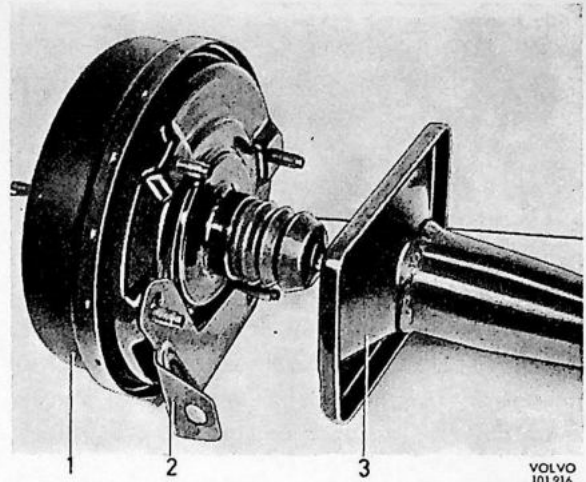

Fig. 5-67. Montage van de steunen
2. Monteer de steunen aan de servo cylinder, zie Fig. 5-67. De bevestigingsmoeren moeten niet worden vastgezet, voordat de steunen in de wagen zijn gemonteerd.